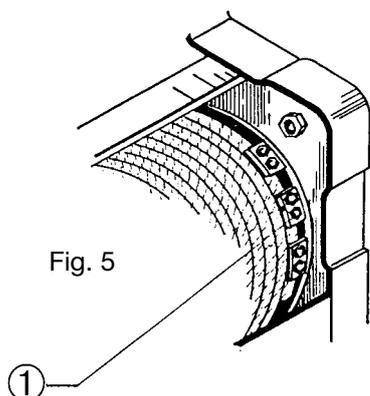

Fig. 5
Para a desmontagem do cabo de aço: remover a cunha do sapatilho (Fig. 4), então tirar a ponta do cabo de aço da abraçadeira e tirar o cabo das polias do bloco e eventual retorno. Desenrolar completamente o cabo de aço do tambor, pressionando o botão de “descida” da botoeira de comando, até a extremidade do tambor. Afrouxar os parafusos de fixação dos bornes do cabo de aço (Fig. 5).
Montagem do cabo de aço novo: introduzir o cabo de aço no último borne de fixação deixando a ponta do cabo sobressair cerca de 40 mm; apertar os parafusos do borne (Fig. 5 - pos. 1) apertando o cabo até esmagá-lo e fixar os outros bornes.